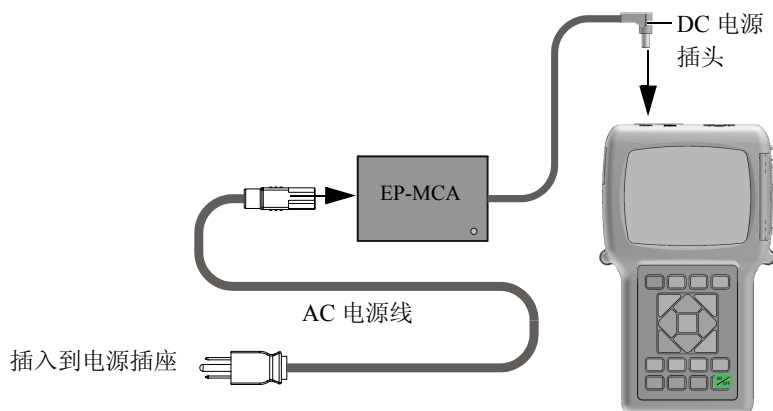

图 2-2 连接充电器 / 适配器
1. 将 AC 电源线的一端连接到充电器 / 适配器（工件编号：EP-MCA [U8767042]），将另一端连接到适当的电源插座（参见第 24 页的图 2-2）。